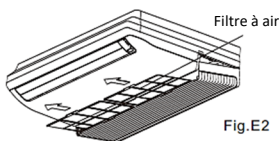

Fig.E2
2. Retirez le filtre à air (voir Fig.E2).
4. Réinstallez le filtre à air dans l'ordre inverse de la Fig.E2.